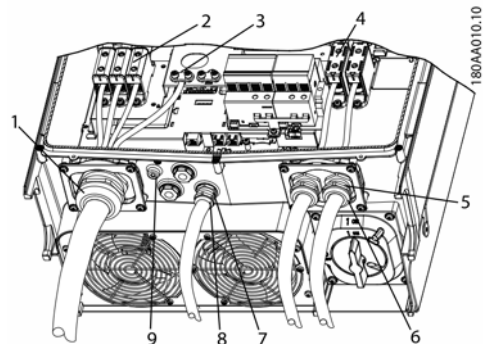

Figura 5.2 Panoramica dell'inverter con indicazioni di coppia
Se i tappi ciechi vengono rimossi - v. (7) nella figura 5.2 - usare raccordi di classe 3, 3S, 4, 4X, 6 e 6P.